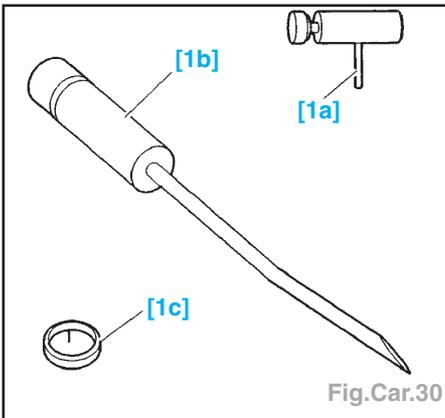

Fig.Car.30
- Outils nécessaires (Fig.Car.30) :
- Outils nécessaires (Fig.Car.30 et 32) :